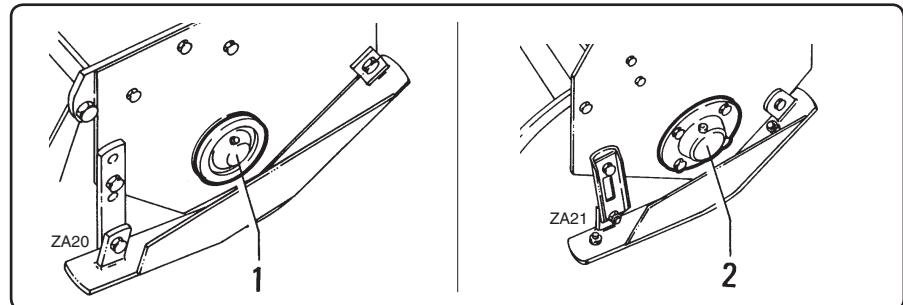

fig. 7.4.1
- Graissez le palier de droite “1” fig. 7.4.1 du rotor ou bien vérifiez la présence d’huile dans le palier de droite “2” fig. 7.4.1 (dans les versions avec palier à bain d’huile).
- Das rechte Lagergehäuse “1” Abb. 7.4.1 des Rotors fetten oder prüfen, ob Öl im rechten Lagergehäuse “2” Abb. 7.4.1 (in den Ausführungen mit Lagergehäuse im Ölbath) vorhanden ist.